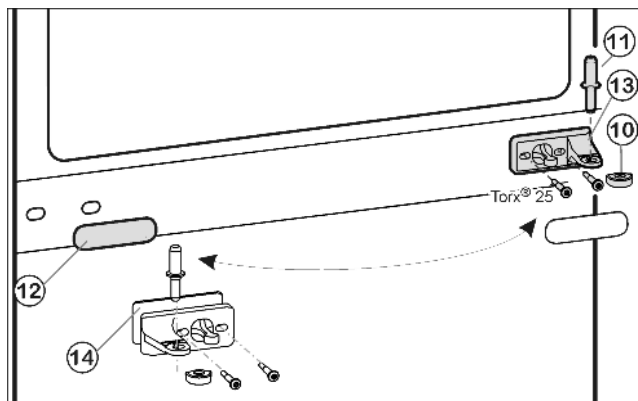
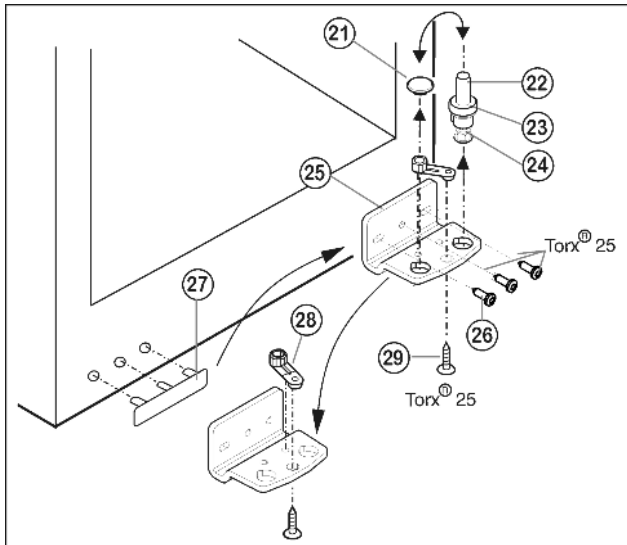

Fig. 5
Fig. 6
- ▶ Middelste lagerbout Fig. 5 (11) uit de lagerbus en de onderste deur uittrekken.
- ▶ Kunststof kapje Fig. 5 (10) afnemen.
- ▶ Middelste lagerbus Fig. 5 (13) losschroeven (2 maal Torx® 25).
- ▶ Afdekplaat Fig. 5 (12) voorzichtig afhalen.
- ▶ Middelste lagerbus met Fig. 5 (14) onderlegschiifje Fig. 5 (13) 180° gedraaid aan de nieuwe scharnierkant **goed** (met 4 Nm) vastschroeven.
- ▶ Afdekplaat Fig. 5 (12) 180° gedraaid aan de nieuwe greepzijde weer vastklikken.
- ▶ Lagerbout Fig. 6 (22) compleet met schijfje Fig. 6 (23) en stelootje Fig. 6 (24) naar boven eruit trekken.
- ▶ Stop Fig. 6 (21) eraf halen.
- ▶ Lagerbus Fig. 6 (25) losschroeven Fig. 6 (26).
- ▶ Lagerdeel Fig. 6 (28) losschroeven Fig. 6 (29) en in het tegenoverliggende opnamegat van de lagerbus omzetten en weer vastschroeven.
- ▶ Afdekking aan de greepzijde Fig. 6 (27) voorzichtig optillen en op de tegenoverliggende zijde plaatsen.
- ▶ Lagerbus Fig. 6 (25) aan de nieuwe scharnierzijde evt. met behulp van een accuschroevendraaier weer **goed (met 4 Nm)** vastschroeven.
- ▶ Stop Fig. 6 (21) weer in het andere gat aanbrengen.
- ▶ Lagerbout Fig. 6 (22) compleet met schijfje en stelootje weer aanbrengen. Er daarbij op letten, dat de sluitnok naar achter wijst.
- ▶ Plaats de onderste deur van boven op de onderste lagerbout Fig. 6 (22).
- ▶ Het kunststof kapje Fig. 5 (10) weer op de middelste lagerbus Fig. 5 (13) zetten.
- ▶ Middelste lagerbout Fig. 5 (11) op de nieuwe scharnierzijde in de onderste deur plaatsen door de middelste lagerbus Fig. 5 (13).
- ▶ Bovenste deur op de middelste lagerbout Fig. 5 (11) zetten.
- ▶ De deuren eventueel via de beide langsgaten in de onderste lagerbus Fig. 6 (25) en middelste lagerbus Fig. 5 (13) ten opzichte van de kast uitlijnen. Daartoe middelste schroef in de onderste lagerbus Fig. 6 (25) uitdraaien.